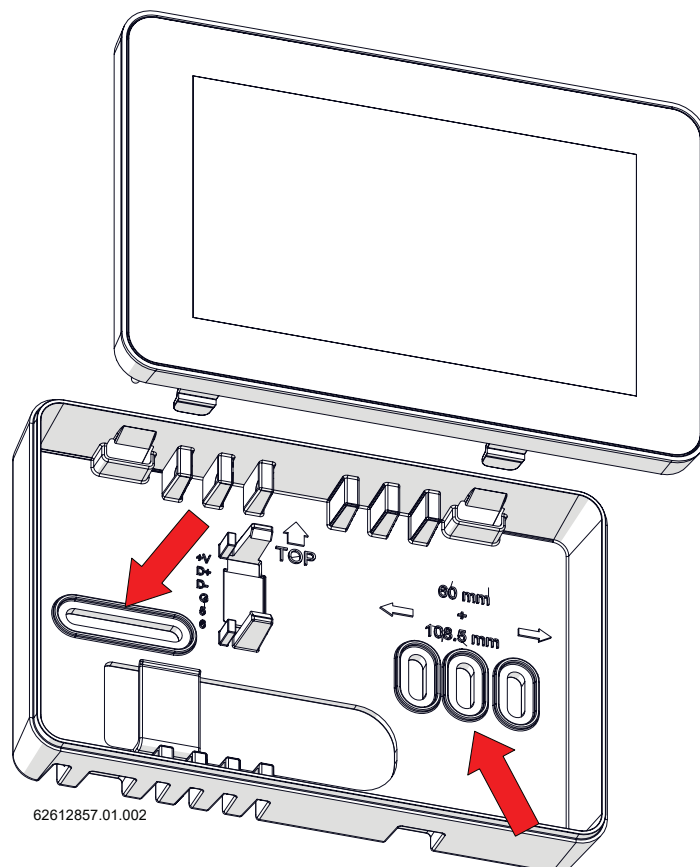

Figura 5-15 - Posizione fori per tasselli fissaggio a parete
- 2.-Segnare sul muro la posizione dei due fori di fissaggio utilizzando la cover posteriore come dima (Figura 5-15);